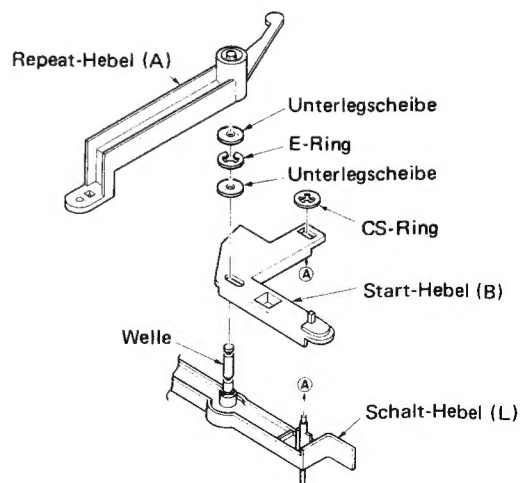

Abb. 2 Entfernung der Hebel
- 4) Unter dem Repeat-Hebel (A) ist der Start-Hebel (B) befestigt. Den E-Ring und CS-Ring entfernen und den Start-Hebel (B) von der Welle entfernen. (Abb. 2)